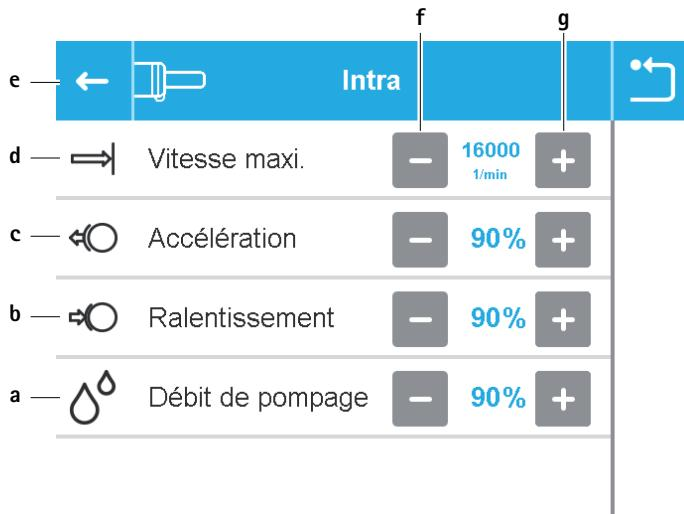

Fig. 10 Réglages moteur – type de partie appliquée sélectionné
- Afficher/modifier les réglages moteur d'un type de partie appliquée: actionner le bouton de commande du type de partie appliquée **a**. Le sous-menu du type de partie appliquée sélectionné s'ouvre, voir Fig. 10.